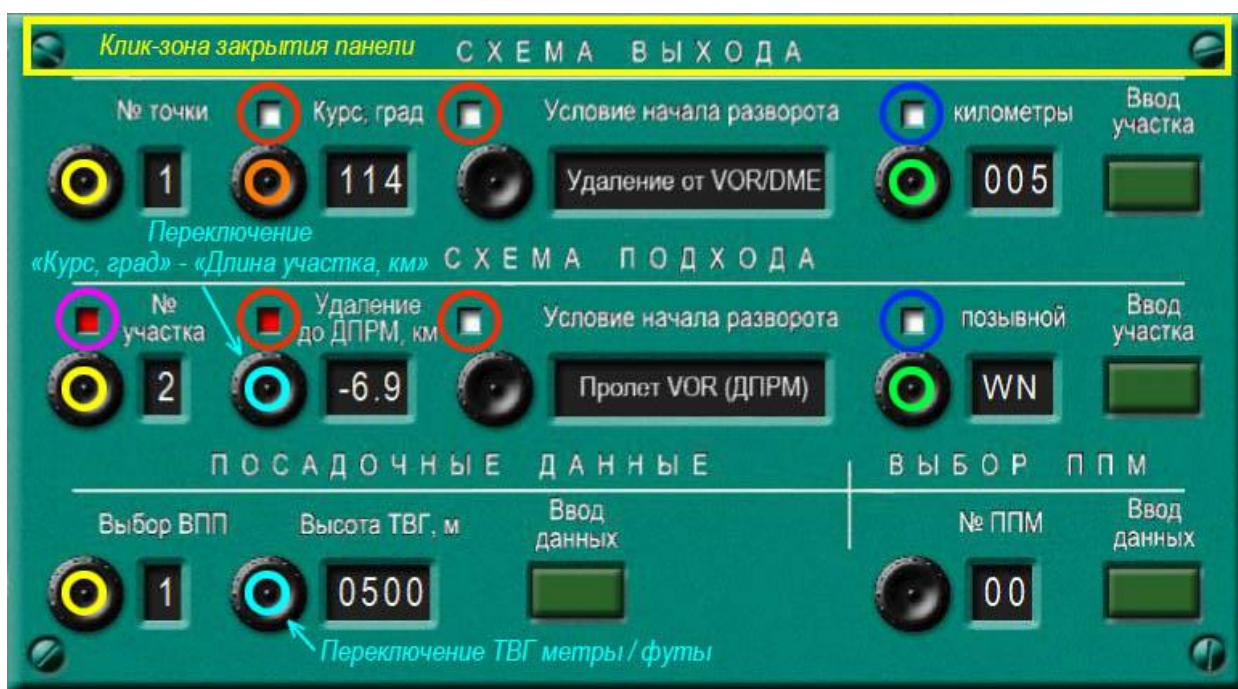

Рисунок 7. Панель ВШ
4. Для использования ВШ при выполнении схем выхода и захода на посадку, ввода данных в системы РСБН, НАС в промежуточных пунктах маршрута, а также ввода данных для посадки используется панель ВШ (рис. 7), вызываемая сочетанием клавиш Ctrl-Q или по shift-9 (только в оригинальной панели 4:3). На рисунке желтыми кружками показаны зоны сброса введенных данных, красными – установка флажков направления разворота, оранжевым – переключение «Ширина круга» / «Высота круга», синим –